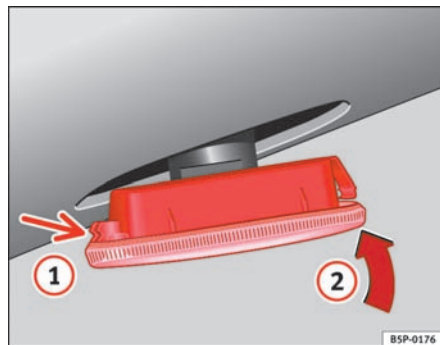

Fig. 166 Blinklygte i siden
- Sæt først blinklygten i monteringsstedet i karrosseriet. Den skal gå rigtigt i hak ⇒ fig. 166, pil ①.
- Sæt blinklygten i i pilens retning ② ⇒ fig. 166. ■